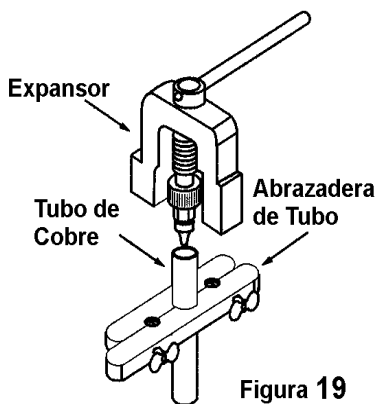

Figura 19
- Expandiendo el tubo de cobre utilizando un expansor como lo muestra la Figura 19.